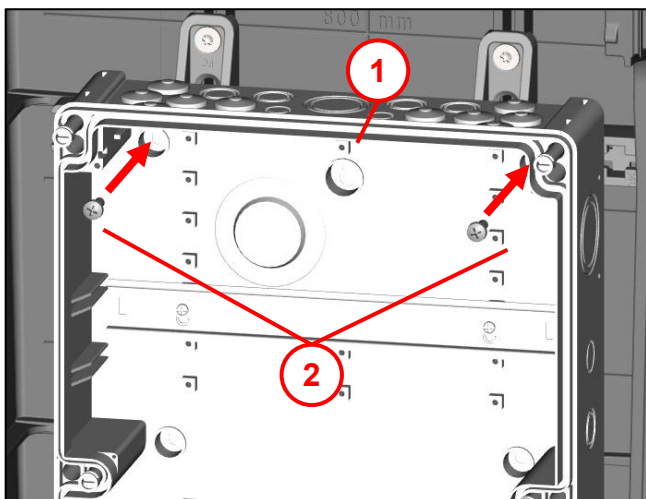

Fig. 34
Pour faciliter le montage, installer le boîtier de distribution électrique (3) sur le rail de montage (voir Fig. 34) et l'aligner sur le boîtier situé sur le panneau arrière.